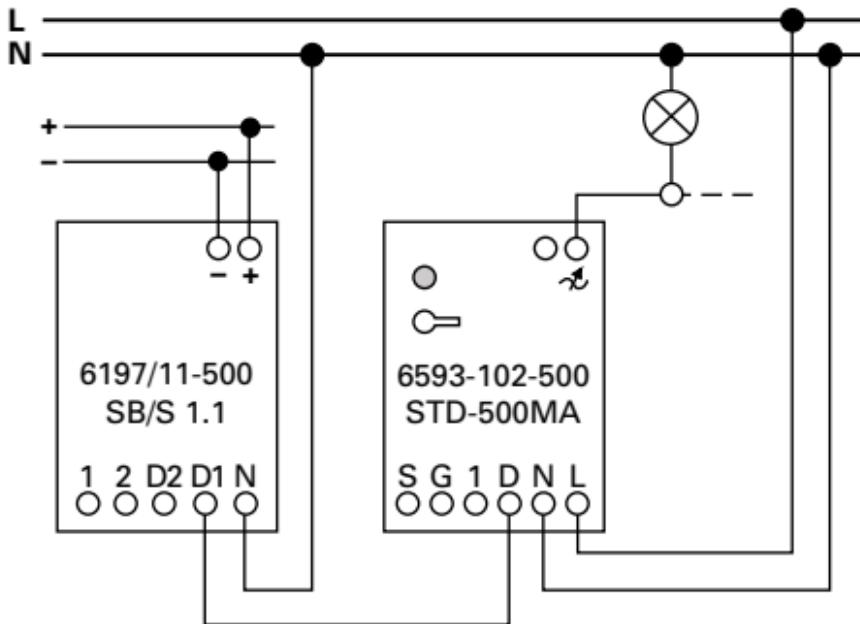

Fig. 3
- avec le module de puissance 6594-102-500 (voir Fig. 3)